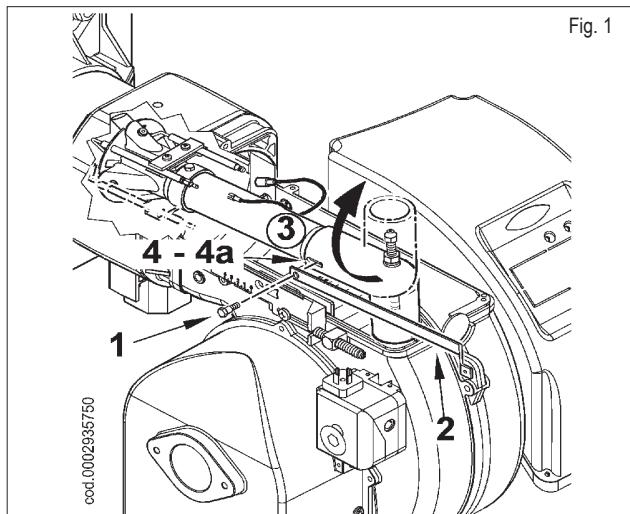

Fig. 1
- 1) Dévisser les vis 1 et enlever le capot 2 (figure 1).
- 1) En suivant les instructions du paragraphe « Entretien », extraire le groupe de mélange et enlever la vis (1) qui relie la tige d'avancement (2) du groupe au tube de refoulement de gaz (3) en passant à travers la fente (4) du raccord coudé (figure 1).
- 2) Faire pivoter de 180 ° le raccord coudé de manière à ce que la cavité du tube de refoulement de gaz soit en face de la fente (4a) en position diamétrale opposée sur le raccord. Relier à nouveau la tige d'avancement (2) au tube de refoulement de gaz (3) avec la vis (1) de la figure 1.